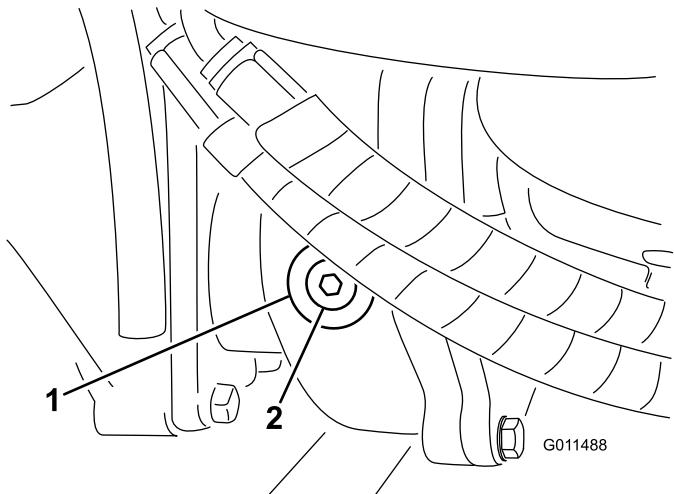

Bild 69
- Entfernen Sie die Prüf-/Füllschraube an der linken Getriebeseite und stellen sicher, dass das Öl die Unterseite des Lochs erreicht (Bild 69).